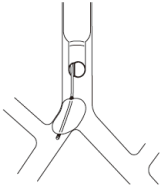

Fig.8
- 1) & 2) Ovennevnte kan tilskrives at blokkeringsmansjetten har forskjøvet seg inn i lumen i luftrøret (herniasjon), og innsnevrer det (Fig. 8).
7. Hvis et slikt brokk som beskrevet i Fig. 8 forekommer, kan hypoksemi løses ved bare å tømme mansjetten.